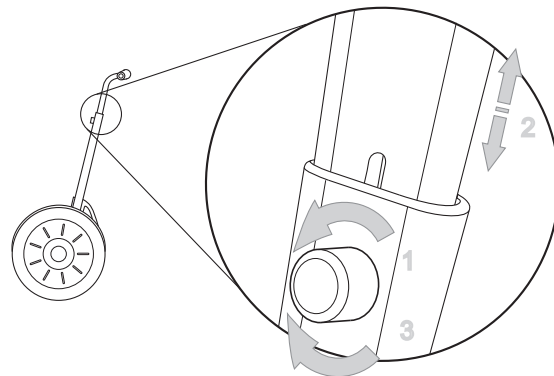

図 9. ハンドルバーの高さを調整します
1. ノブを時計と反対回りに回してハンドルバーの調整ノブ (21 ページの図 9 を参照してください) を取り外します。